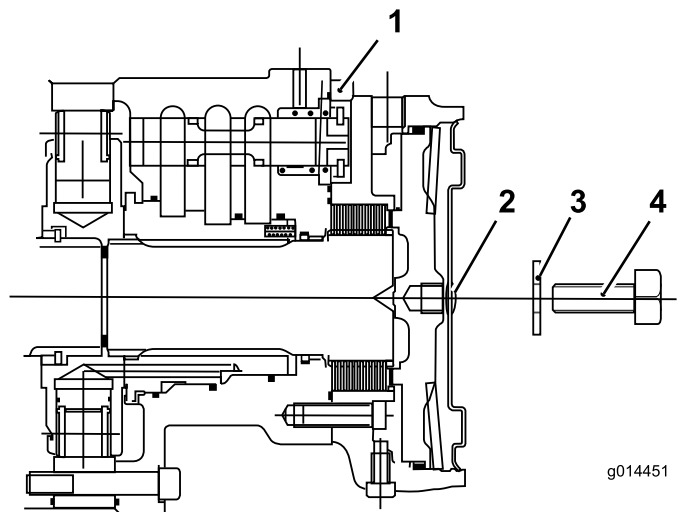

Bild 39
1. Entfernen Sie die Schraube (12 x 40 mm) und Unterlegscheibe (12 mm) aus dem Loch in der Mitte der Motorendplatte (Bild 39).